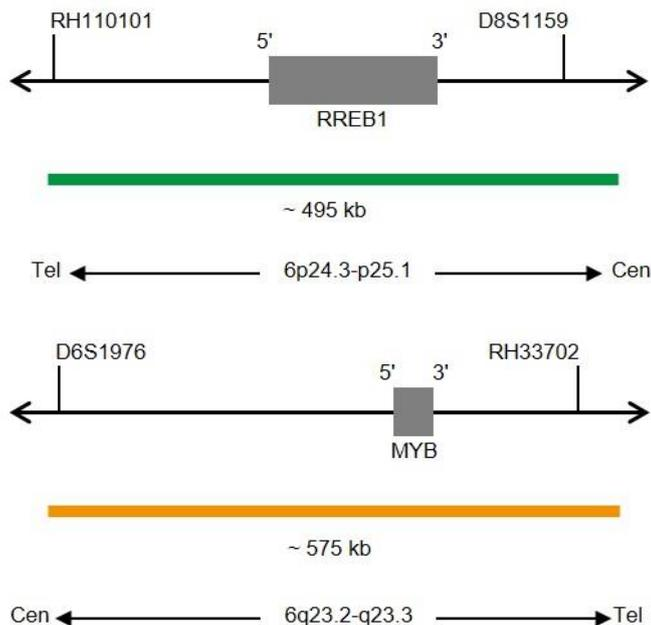

Fig. 1: Cima: SPEC RREB1 Mapa da sonda; Baixo: SPEC MYB Mapa da sonda (sem escala)
- Polinucleótidos (~10.0 ng/ μ l) com marcação ZyGreen (excitação 503 nm/emissão 528 nm), dirigidos ao mapeamento de sequências alvo em 6p24.3-p25.1* (chr6:6,913,938-7,406,653) contendo o gene RREB1 (ver Fig. 1).
- Polinucleótidos (~4.5 ng/ μ l) com marcação ZyOrange (excitação 547 nm/emissão 572 nm), dirigidos ao mapeamento de sequências alvo em 6q23.2-q23.3* (chr6:135,141,227-135,715,246) contendo o gene MYB (ver Fig. 1).